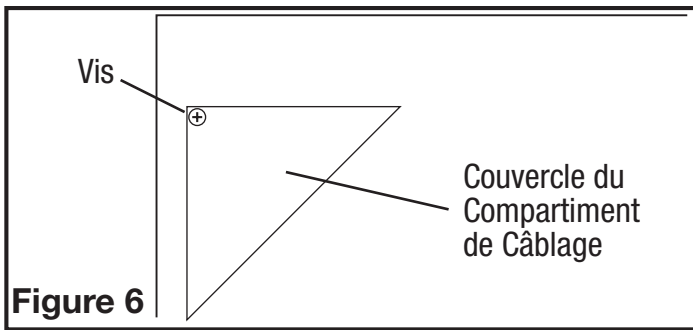

Figure 6
- 1a. Compartiment de Câblage Extérieur :** enlever la vis du couvercle du compartiment à câblage et mettre ce couvercle dans un endroit fiable (**Figure 6**).